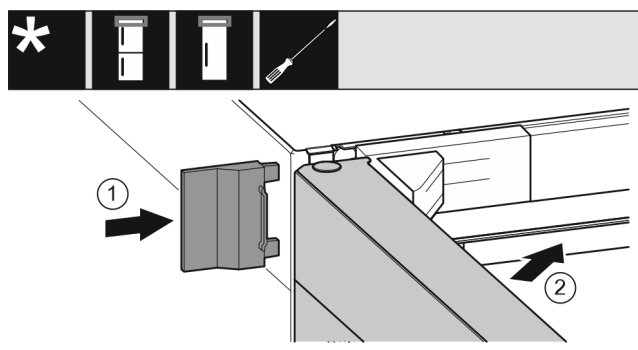

Fig. 25
- Coloque por deslizamiento la cubierta exterior Fig. 25 (1).
- Cierre la puerta superior Fig. 25 (2).